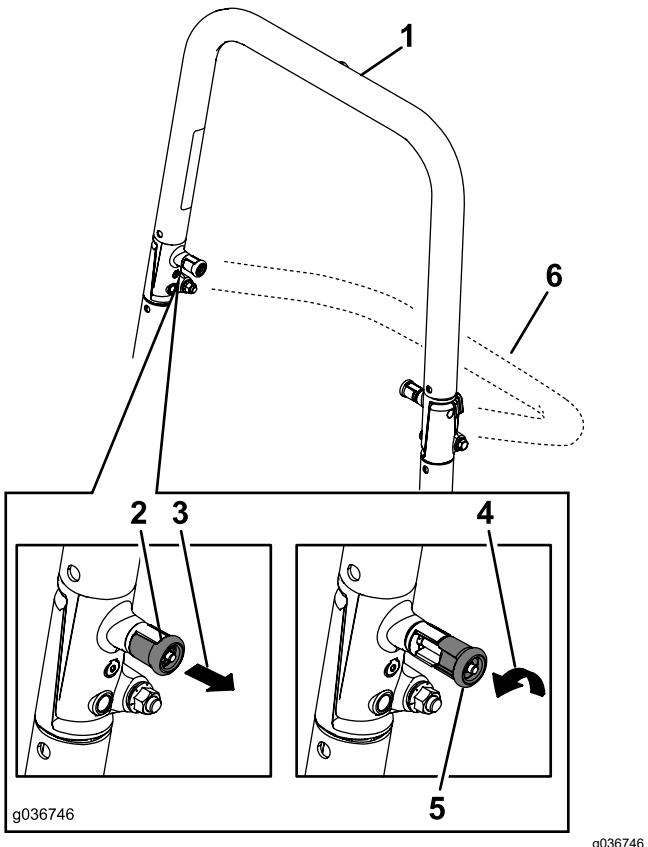

Рисунок 8
- Потяните обе ручки наружу и поверните их на 90 градусов, чтобы они не были введены в канавки (Рисунок 8).
- Опустите защитную дугу в нижнее положение (Рисунок 8).
2. Поднимите защитную дугу в полностью вертикальное положение, одновременно нажимая на верхнюю часть защитной дуги так, чтобы штифты вошли со щелчком в отверстия, когда они будут совмещены с ними (Рисунок 8).
- Поднимите защитную дугу в рабочее положение и поверните ручки так, чтобы они частично вошли в канавки (Рисунок 8).